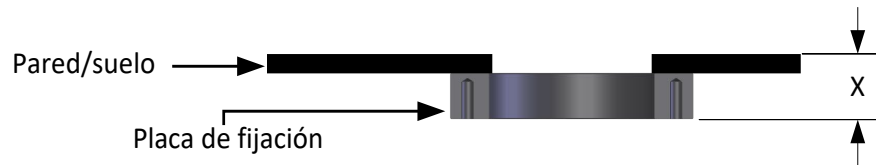

Ilustración 19: Medición de la profundidad de inserción
- Una vez que la placa de fijación se haya soldado sobre el orificio de tamaño adecuado, se debe medir la distancia entre el lado externo de la placa de fijación y la pared interna (x) (Ilustración 19).